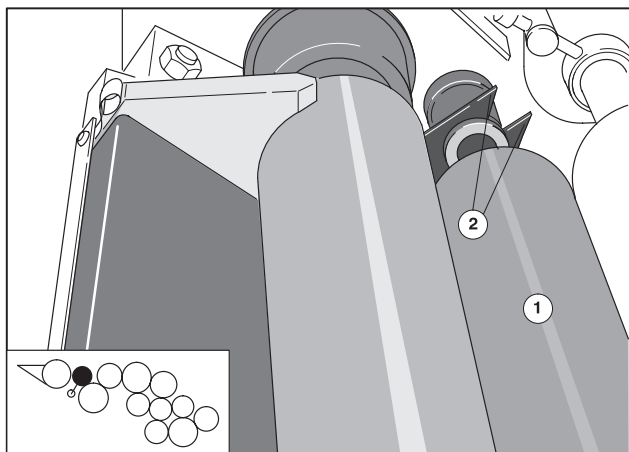

Рис. 4 Демонтаж красочного передаточного валика
- ❶ Вытащите красочный передаточный валик (Рис. 4/❶) с двух сторон цапфами вверх из зажимов (Рис. 4/❷).